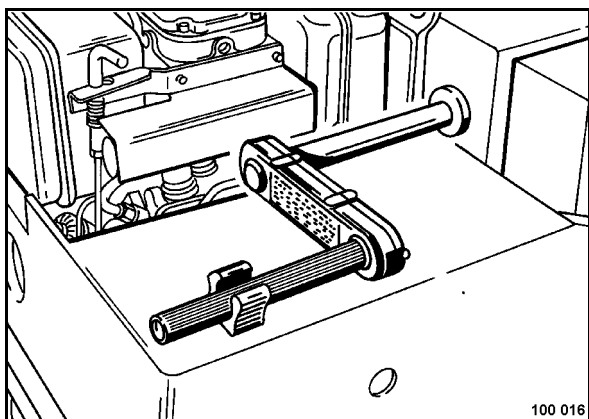

Рис. 26
- Вставить пусковую рукоятку (Рис. 26).